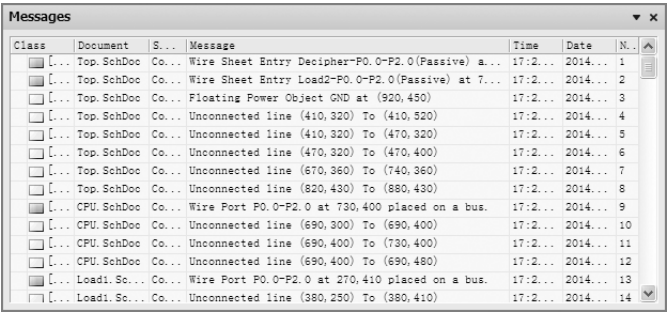
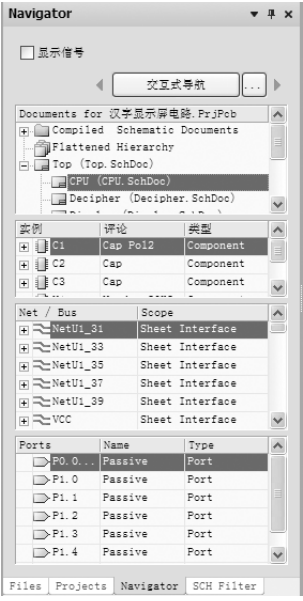

图 15-32 编译后的“Messages”面板
图 15-33 编译后的“Navigator”面板
1) 选择菜单栏中的“工程”→“设计工作区”→“编译所有的工程”命令, 或在“Navigate”(导航) 面板中右键单击鼠标, 在弹出的右键快捷菜单中选择“编译”命令, 执行编译操作。编译后的“Messages”(信息) 面板如图 15-32 所示, 编译后的“Navigator”(导航) 面板如图 15-33 所示, 其中显示了各原理图的信息和层次原理图的结构。